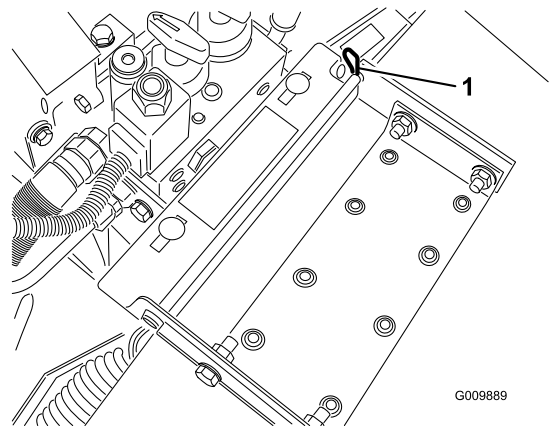

Bild 36
2. Entfernen Sie den Splint, mit dem das Gelenk der Motorhaube an den Befestigungshalterungen befestigt ist (Bild 36).